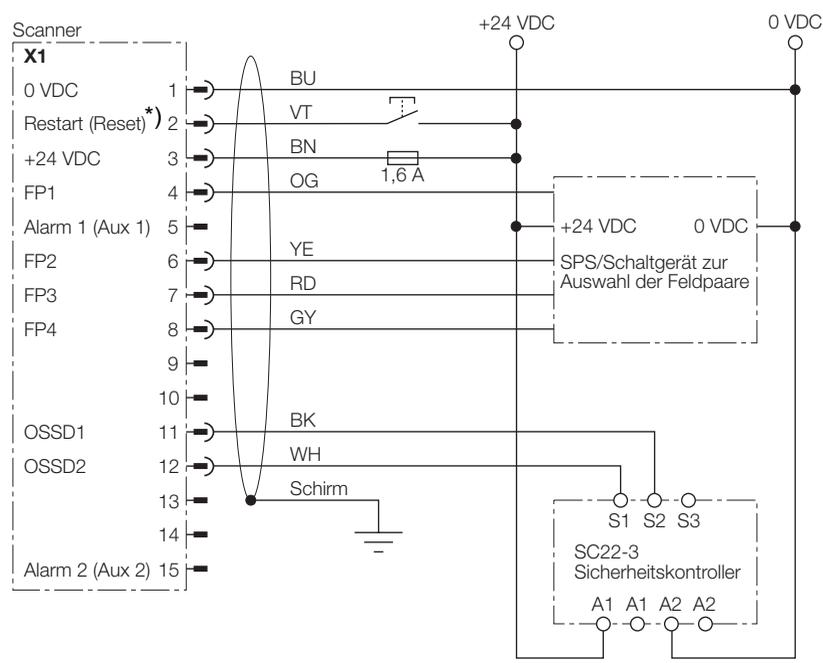

Bild 8.5: Beispiel einer Beschaltung mit SC22-3
*) Der in Bild 8.5 aufgeführte manuelle Reset kann beim AG4-xE über eine andere Konfiguration am Sicherheitscontroller SC22-3 auch automatisch durchgeführt werden.